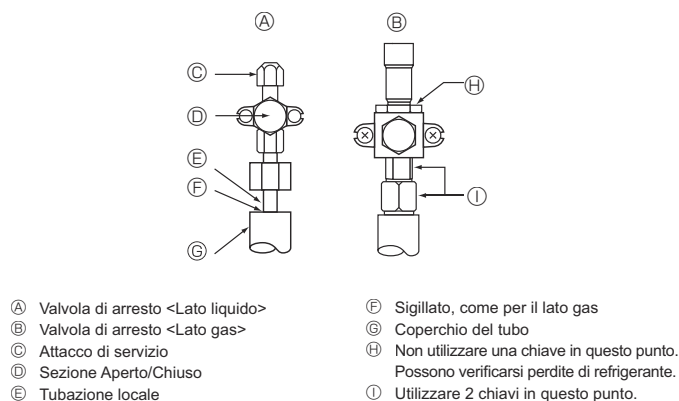

Fig. 4-5
4.4. Tubo del refrigerante e metodo di verifica tenuta (Fig. 4-5)
- Accertarsi che le valvole di arresto (A) e (B) siano chiuse e non aprirle.
- Aggiungere pressione alle linee del refrigerante attraverso il punto per interventi di servizio (C) della valvola di arresto del liquido (A).
- Un calo di pressione nelle fasi (2) o (3) indica una perdita di gas. Cercare le cause della perdita.